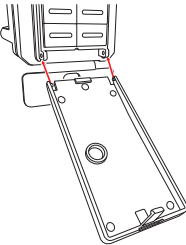

Figura 1
2. Busque la tapa color almendra claro. Alinee la parte inferior de la tapa con las bisagras de la parte inferior del temporizador. Presione uno de los laterales de la tapa en la bisagra del temporizador, encajará en su lugar. Inserte el segundo lateral de la tapa en el temporizador. Ver **Figura 1**.